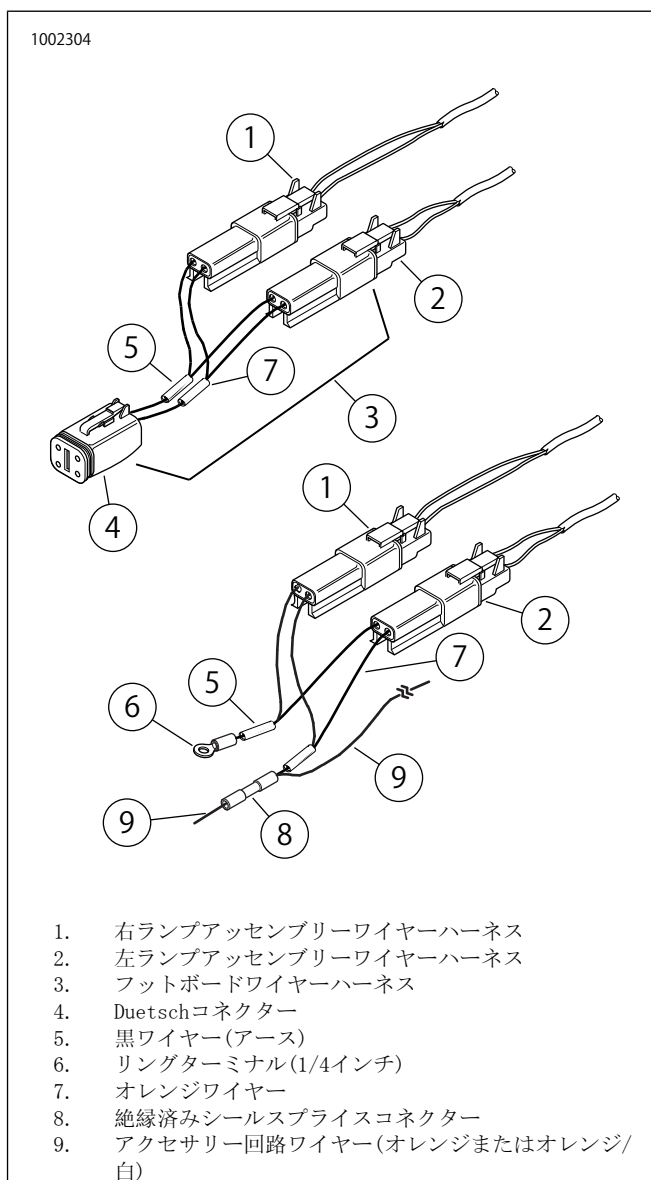

図3。電気接続(全Softailモデル)
1. 図3を参照してください。右(1)および左(2)のランプアッセンブリーワイヤーハーネスを、キット付属のフットボードワイヤーハーネス(3)に差し込みます。
5. 図3を参照してください。Deutschコネクタを分解した状態で、オレンジ色(またはオレンジ/白色)ワイヤーの被覆を剥き、あらかじめ絶縁してあるシールスプライスコネクタ(8)(キット付属)を取り付けます。